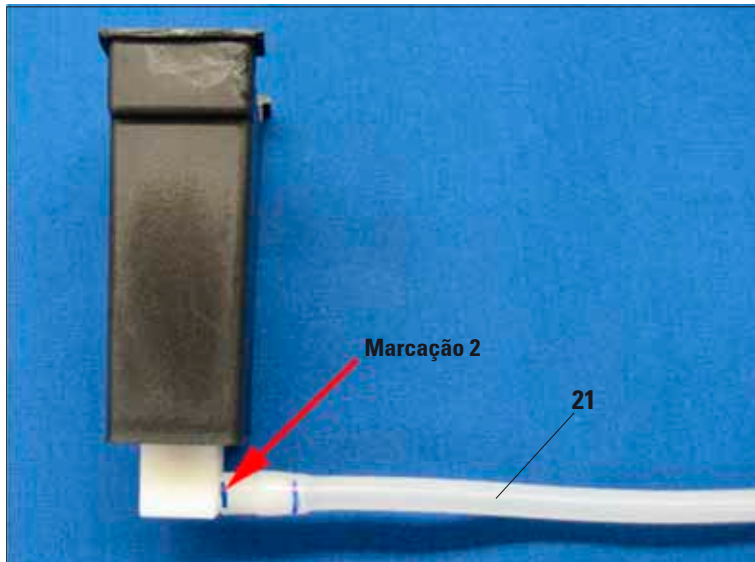

Fig. 26
- Depois, empurre a mangueira (21) totalmente pelo conector, girando até sua extremidade ficar rente à superfície lateral do conector (Fig. 26).